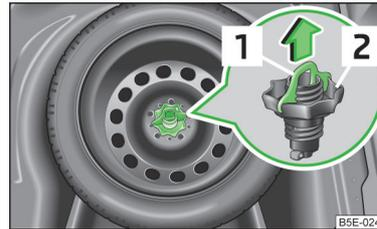

Abb. 192
Das Reserverad befindet sich in einer Mulde unter dem Bodenbelag im Gepäckraum und ist mit einer Spezialmutter befestigt » **Abb. 192**.
- Die Sicherung **1** » **Abb. 192** in Pfeilrichtung herausziehen.
- › Die Mutter **[2]** » **Abb. 192** im Uhrzeigersinn einschrauben, bis das Rad sicher befestigt ist.
- › Die Sicherung **[1]** » **Abb. 192** entgegen der Pfeilrichtung einstecken.